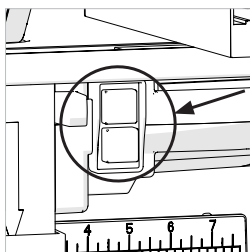

Fig. 24
2. Interruptor ON/OFF da serra de mesa (Fig. 24)